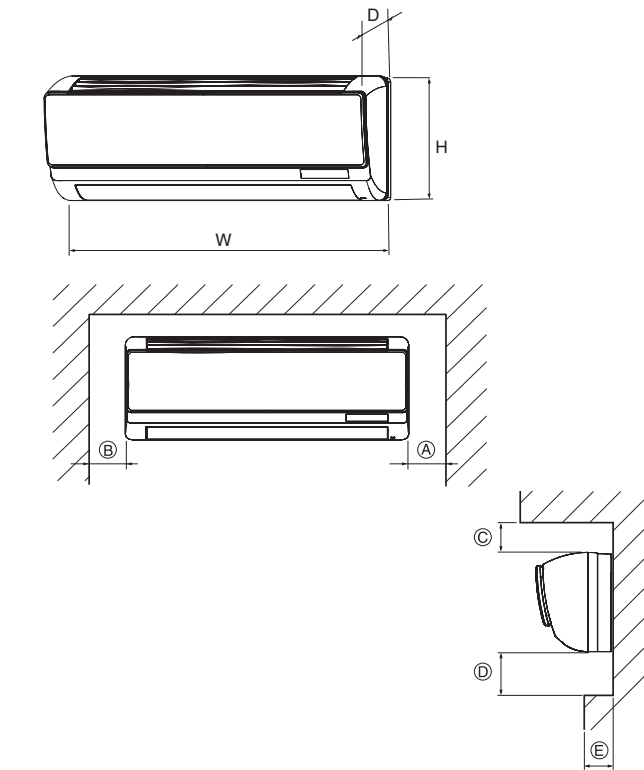

Fig. 2-1
①	Suporte de fixação na parede	1	Fixe na traseira da unidade
②	Parafuso de derivação 4 x 35	8	Fixe no material de embalagem
③	Fita de feltro	1
④	Cabo de controlo remoto MA	1
⑤	Cabo	1
⑥	Abraçadeira	1
⑦	Fixador	1
2.1. Dimensões globais (Unidade interior) (Fig. 2-1)